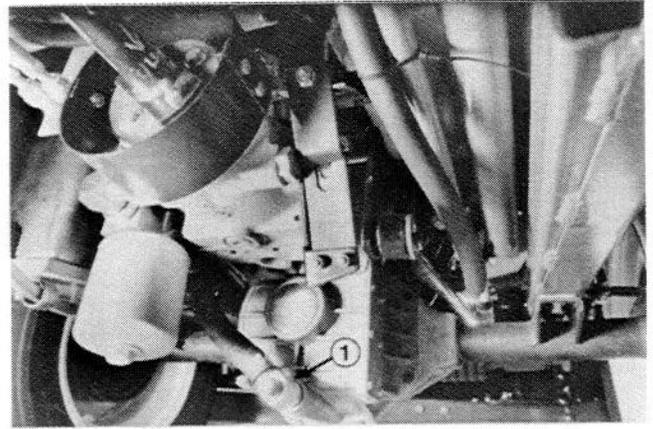

Bild 42
2. Den Bereich um die drei Ablasschrauben (eine an jedem Ende und eine in der Mitte) reinigen (Bild 42).